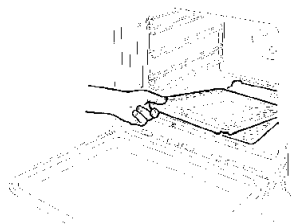

Fig.7
- Avlägsna ugnsfalsen (Fig.7).
- Lossa V-skruven och dra ut brännaren från dess stöd. Var försiktig med att inte skada tändelektroden eller termoelementet (Fig.7).